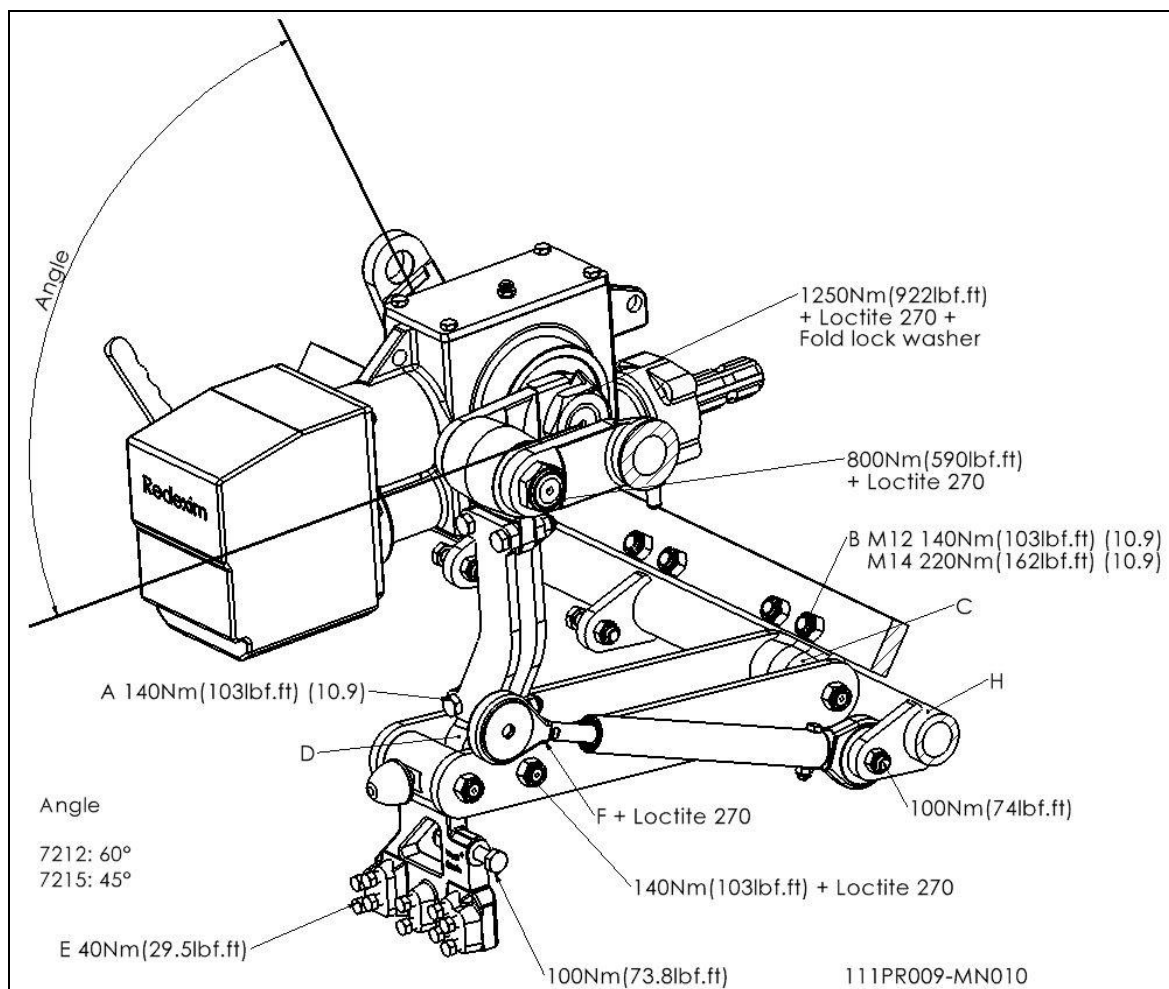

Fig. 8
Nella fig.8, sono forniti valori delle coppie di serraggio delle viti e dei dadi più importanti. Verificare che le viti e i dadi per i quali non è indicata la coppia di serraggio, siano serrati con coppia di serraggio analoga a quella indicata per le viti e i dadi di dimensione simile. Se le viti e i dadi si allentano da soli.
6. Dopo aver sostituito la manovella e/o il cuscinetto, sostituire le parti nella medesima sequenza con la quale sono state rimosse. Utilizzare loctite ove indicato nella fig. 8.
Nel caso in cui un elemento non fosse allineato con gli elementi adiacenti, l'allineamento può essere corretto come segue (cfr. fig. 8.):